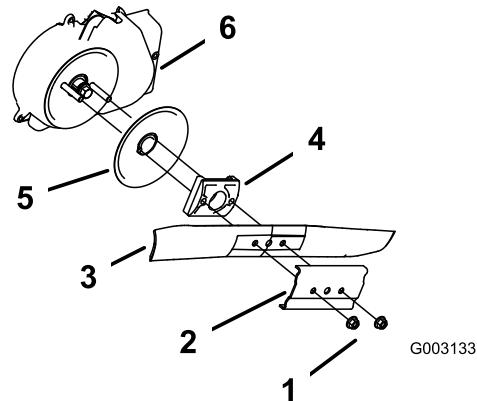

Figura 39
3. Retire las 2 tuercas de la cuchilla y el refuerzo (Figura 39).
- Retire la cuchilla (Figura 39).
- Retire el impulsor de la cuchilla y el disco (Figura 39).
- Retire el protector del embrague del freno de la cuchilla (Figura 39).
- Instale la cuchilla y el refuerzo que retiró anteriormente (Figura 39).